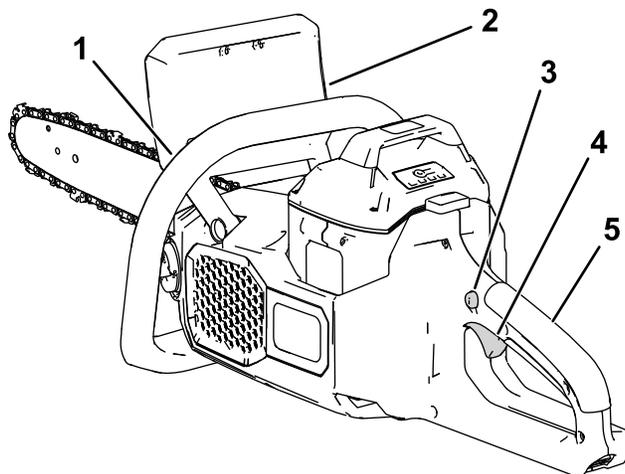

図 9
7. 左手でフロントハンドル、右手でリアハンドルを握り、トリガーロックを押してからトリガーを引く 図 9。